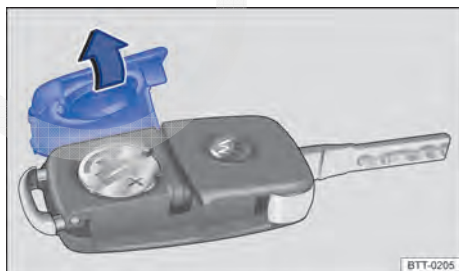

Fig. 26 Chave do veículo com comando remoto: abrir a tampa do alojamento da bateria.
A bateria encontra-se no lado posterior da chave do veículo com comando remoto, sob uma cobertura → Fig. 26.
- Retirar a cobertura no lado posterior da chave → Fig. 26 no sentido da seta →
- Posicionar a cobertura conforme indicado → Fig. 26 e pressionar no sentido contrário ao da seta sobre a carcaça da chave do veículo até encaixar.